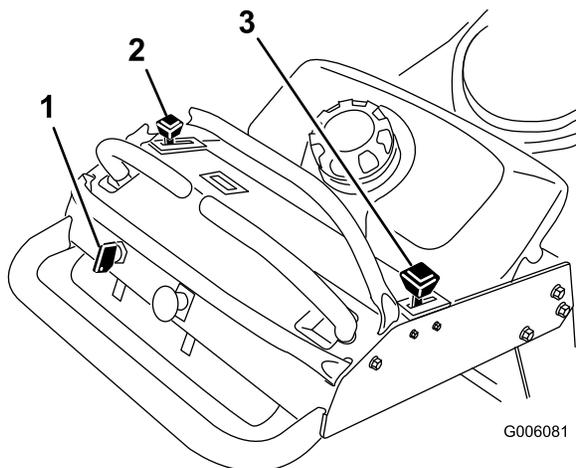

Figure 8
4. Placez la manette d'accélérateur en position haut régime et la manette de starter en position activée avant de démarrer le moteur s'il est froid (Figure 8).
2. Placez la manette d'accélérateur en position de bas régime (Figure 8).